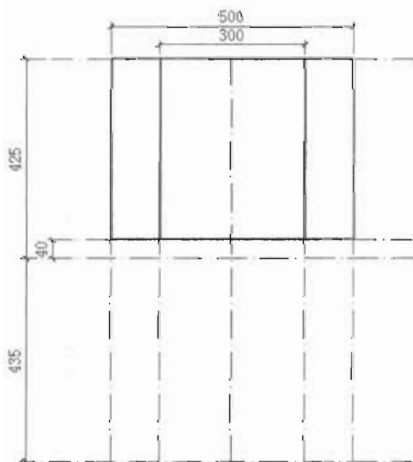

图 10-162
(3) 设置“轮廓”图层为当前图层, 然后单击“绘图”工具栏中的“直线”按钮, 先绘制出如图 10-162 所示的线段。